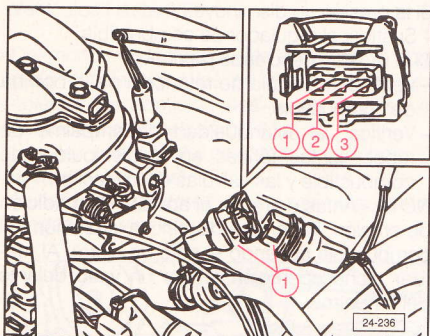

Fig. 2.112
Separar el conector de 3 ó 4 pins para sonda lambda (1) con el encendido desconectado (Fig. 2.112).